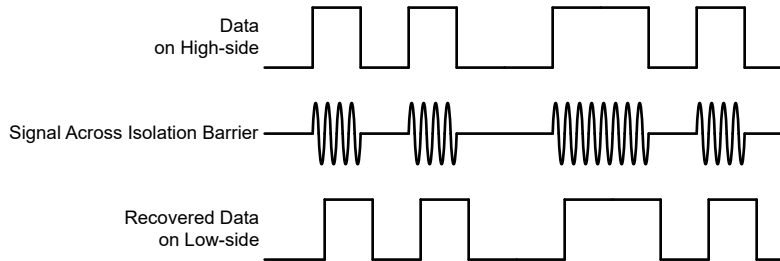

図 6-2. OOK ベースの変調方式
AMC23C10 は、SiO2 ベースの絶縁バリア越しにコンパレータの出力状態を送信するため、図 6-2 に示すオン / オフ キーイング (OOK) 変調方式を採用しています。「機能ブロック図」に示す送信ドライバ (TX) は、デジタル 1 を表すために内部で生成された高周波キャリアを絶縁バリア越しに送信します。デジタル 0 を表す信号は送りません。